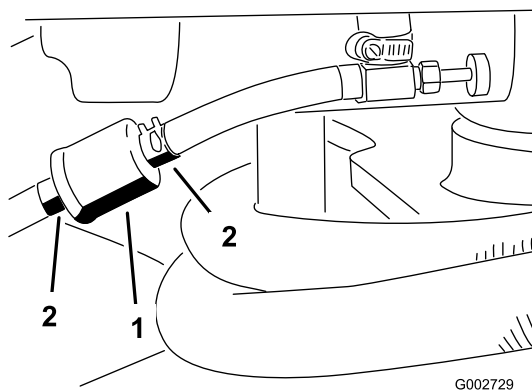

Figura 29
1. Închideți ventilul de închidere combustibil, slăbiți clema furtunului de pe partea dinspre carburator a filtrului și îndepărtați conducta de combustibil de la filtru (Figura 29).